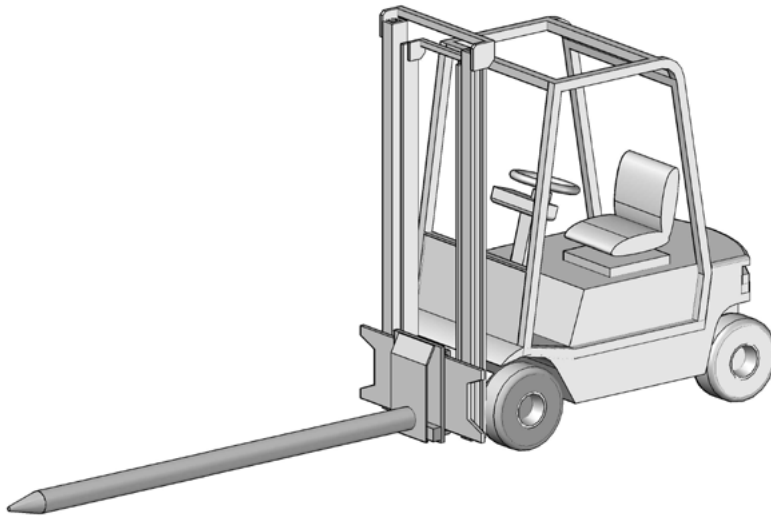

Abb. 2: Stapler mit Teppichdorn
- Stapler mit Dornlänge $\geq 2/3$ der Rollenbreite (Teppichdorn) (Abb. 2)